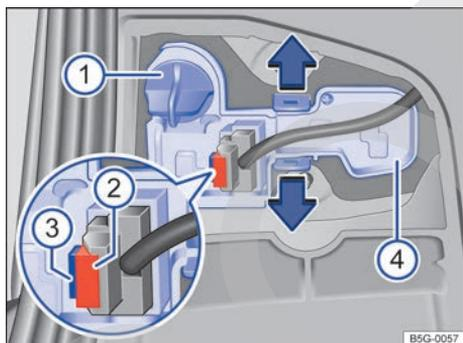

Fig. 198 En el portón del maletero: extraer el portalámparas.
- ❹ Gire el portalámparas → fig. 198 ❶ en el sentido contrario al de las agujas del reloj, hasta el tope, y extraígalo junto con la lámpara hacia atrás.
- ❺ Sustituya la lámpara averiada por otra nueva del mismo tipo. Coloque el portalámparas ❶ y gírelo en el sentido de las agujas del reloj hasta el tope.
- ❻ Extraiga el seguro ❷. Presione el bloqueo ❸ del conector y desacople el conector.
- ❼ Desbloquee las pestañas de encastre del portalámparas ❹ en el sentido de las flechas y extraiga el portalámparas.
- ❽ Sustituya la lámpara averiada por otra nueva del mismo tipo.
- ❾ Coloque de nuevo el portalámparas. Las pestañas de encastre deberán encastrar de forma audible.
- ❿ Acople el conector al portalámparas y monte la tapa. La tapa tiene que encastrar y quedar bien fijada.